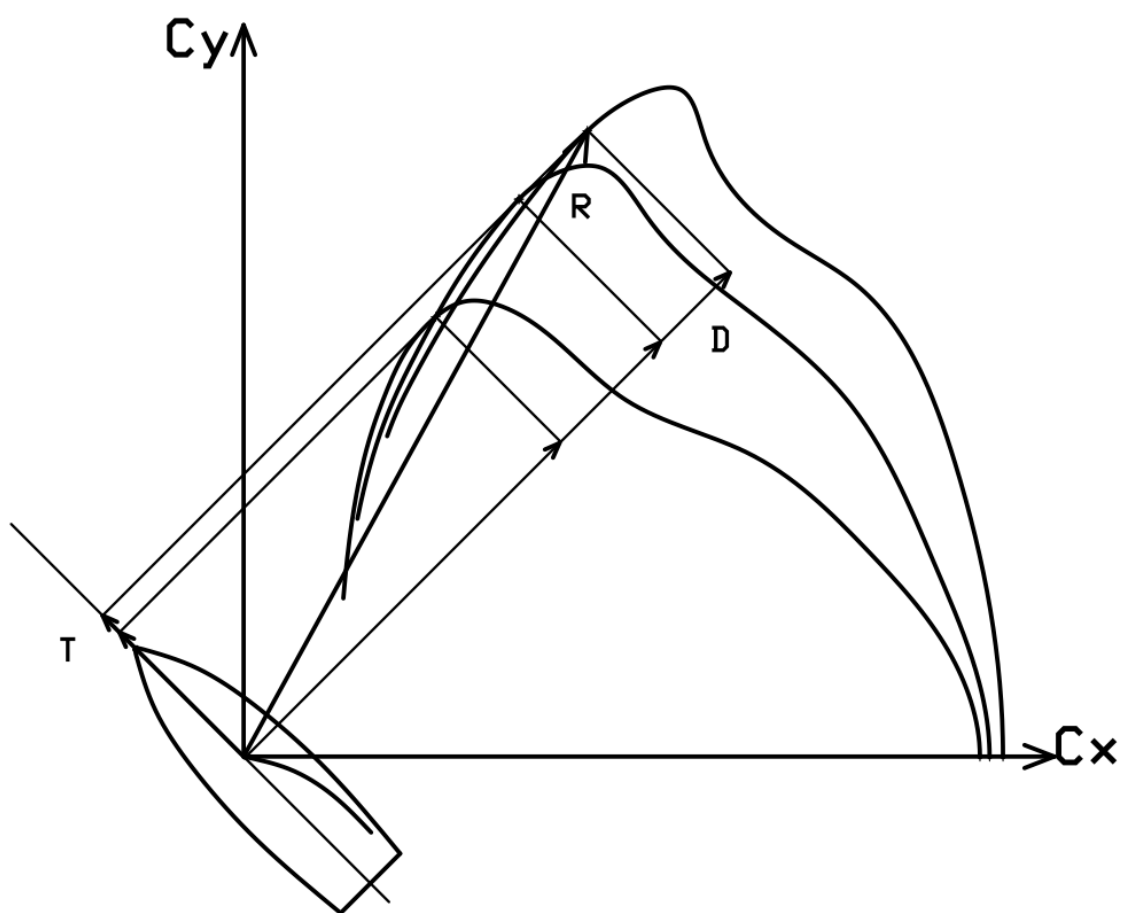

Рис. 15
Поляру можно использовать для оценки силы тяги и силы дрейфа, действующих на яхту (рис. 15). Проекция силы на парусе на курс яхты – сила тяги (T), на перпендикуляр к курсу – сила дрейфа (D). Чем больше пузо, тем больше сила тяги, но одновременно и сила дрейфа.